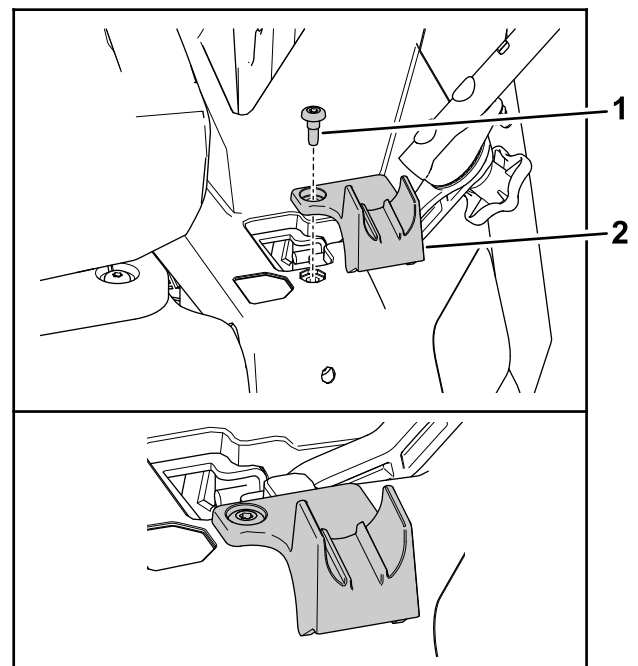

Figure 7
2. Placez l'appui de la poignée sur le carénage gauche, comme montré à la Figure 7.
3. Fixez l'appui sur le carénage (Figure 7) avec la vis à épaulement ($\frac{1}{4}$ " x $\frac{1}{2}$ ") prise dans le kit.